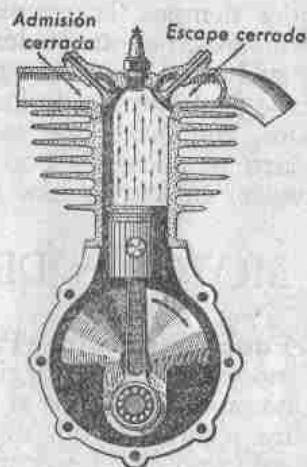

Fig. 12.—Compresión. En cuanto sube el pistón, las válvulas se cierran y los gases se comprimen.
**Segundo tiempo: Compresión** (fig. 12).—El pistón sube desde el punto muerto inferior al punto muerto superior, y las dos válvulas están cerradas. Los gases que llenaban el cilindro van ocupando un espacio cada vez más reducido, comprimiéndose hasta llenar solamente el que queda entre la cara superior del pistón